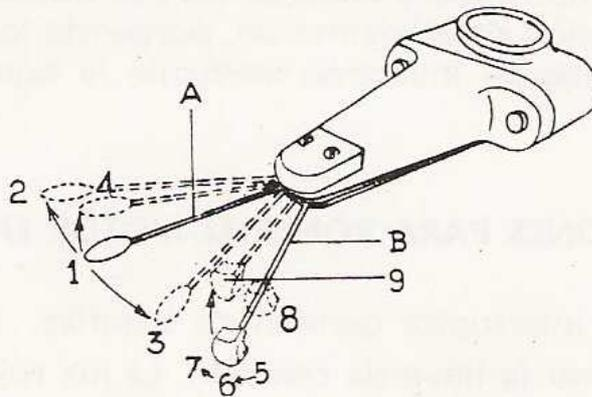

Fig. 1.7. - Conjunto mando-luces
1.7 CONJUNTO MANDO-LUCES (fig. 1.7)